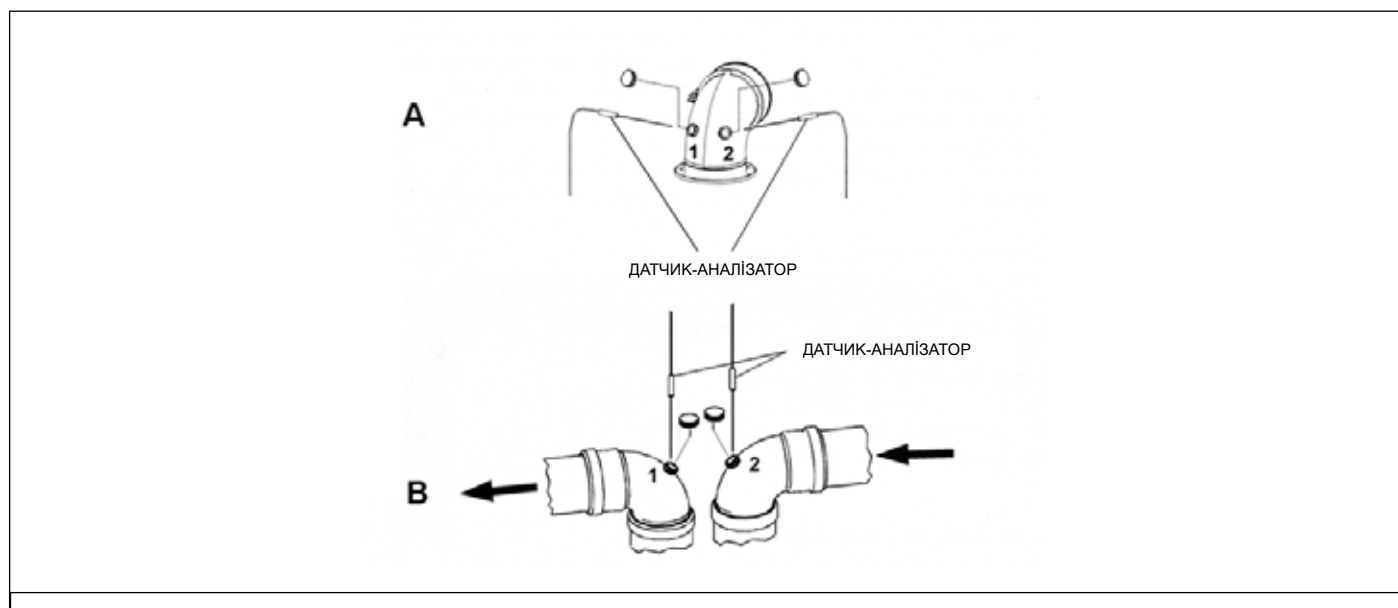

Рис. 22 Точки введення зондів при вимірюванні ККД
- виміряти температуру повітря що йде на горіння використовуючи отвір 2 (дивись від. **A** Рис. 22 Точки введення зондів при вимірюванні ККД).
- виміряти температуру димових газів та вміст CO₂ використовуючи отвір 1 (дивись від. **A** Рис. 22 Точки введення зондів при вимірюванні ККД).
- виміряти температуру повітря що йде на горіння використовуючи отвір 2 (дивись від. **B** Рис. 22 Точки введення зондів при вимірюванні ККД).
- виміряти температуру димових газів та вміст CO₂ використовуючи отвір 1 (дивись від. **B** Рис. 22 Точки введення зондів при вимірюванні ККД).